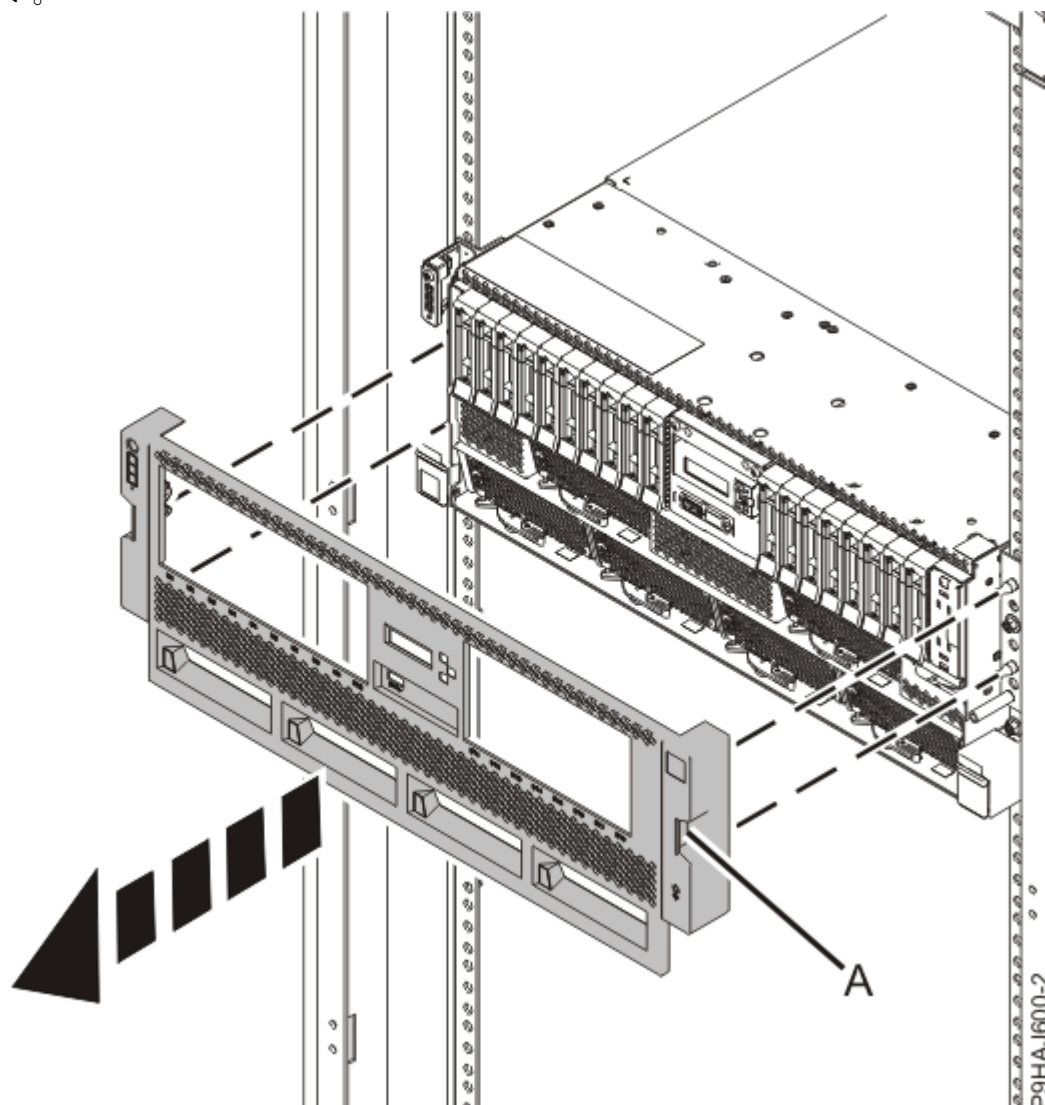

図 36. 前面カバーの取り外し
3. ラック・マウント型システムの場合は、前面カバーを引いてシステムから取り外します。カバーには、より簡単につかむことができるくぼみ **(A)** があります。38 ページの図 36 を参照してください。